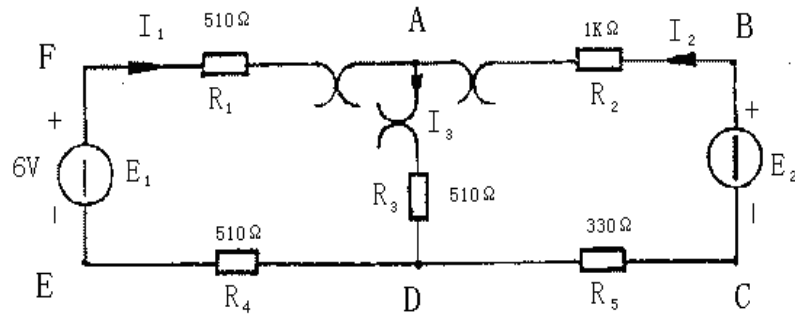

图 2-1
1、根据图 2-1 的电路参数, 计算出待测的电流  $I_1$ 、 $I_2$ 、 $I_3$  和各电阻上的电压值, 记入表中, 以便实验测量时, 可正确地选定毫安表和电压表的量程。